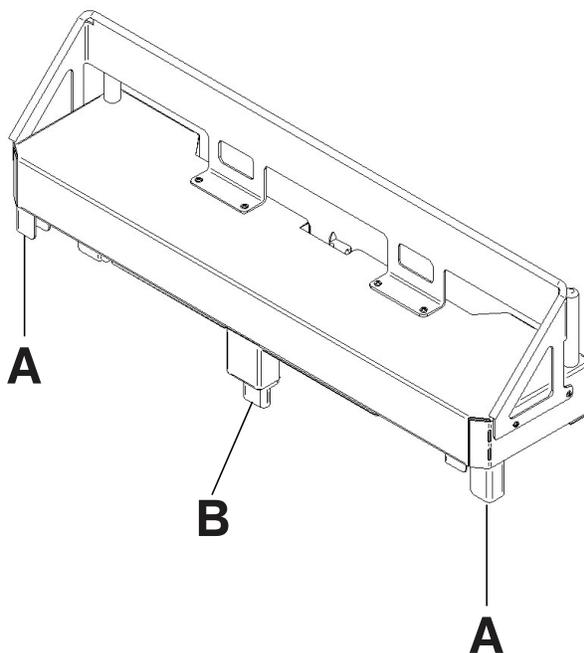

Figure 118 : Fixation du prolongateur de lit en option
3. Insérer les jambes du prolongateur de lit en option (A) et le connecteur du pied de lit (B) du côté pieds du produit (Figure 118 à la page 112).